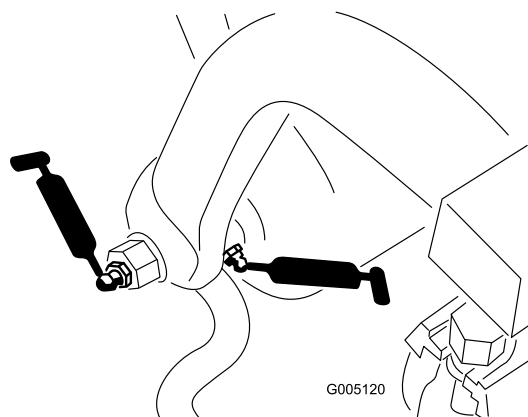

Figura 38
- Eixo e cilindro da estrutura de apoio (12) (Figura 38)